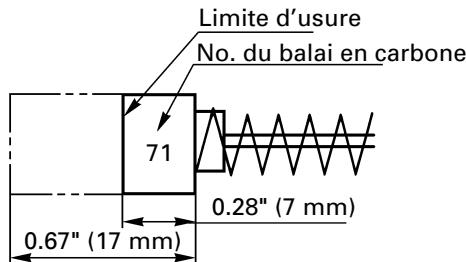

Fig. 20
## 4. Contrôle des balais en carbone (Fig. 20)
**REMARQUE:** Utiliser le balai en carbone HITACHI No. 71 indiqué sur la Fig. 20.